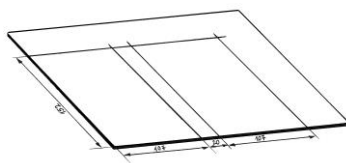

Abb. 1
- Nach Zuschchnitt der Graupappe (Abb. 1) wird der erste Gewebestreifen für das Leinengelenk vorbereitet.